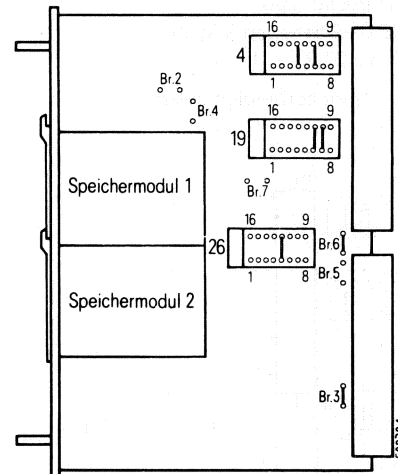

Bild 6 Speicherbaugruppe 350/2
- Brücken 4.4-13 und 4.6-11 einlegen (Bild 6).
- Brücken 19.6-11 und 19.7-10 einlegen (Bild 6).
- Brücke 26.5-12 einlegen (Bild 6).